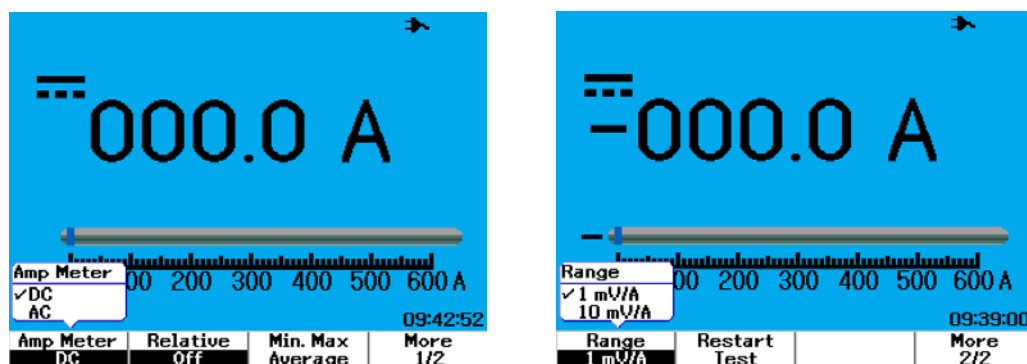

Figura 4-9 Medição de corrente
- 4 No submenu ampere meter, pressione F1 para selecionar corrente AC ou DC (consulte a Figura 4-9).
- 7 Pressione F1 na página 2/2 para selecionar a escala de medição (consulte a Figura 4-9). A escala de medição é selecionada com base na configuração do adaptador de corrente (1 mV/A ou 10 mV/A).